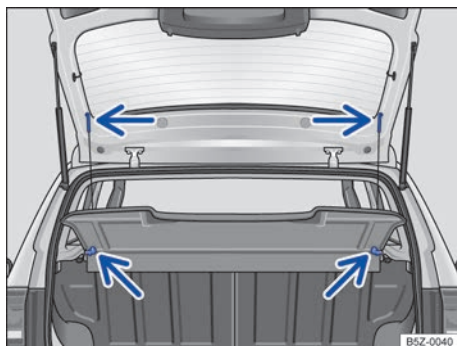

Fig. 140 No compartimento de bagagem: remover e instalar a cobertura do compartimento de bagagem.
- Desprender os cordões de retenção do suporte da tampa traseira → Fig. 140 (setas superiores).
- Retirar a cobertura do compartimento de bagagem por trás, para fora dos suportes laterais → Fig. 140 (setas inferiores).
- Empurrar a cobertura do compartimento de bagagem para a frente, introduzindo-a nos suportes laterais → Fig. 140 (setas inferiores).
- Encaixar os cordões de retenção na tampa traseira → Fig. 140 (setas superiores).